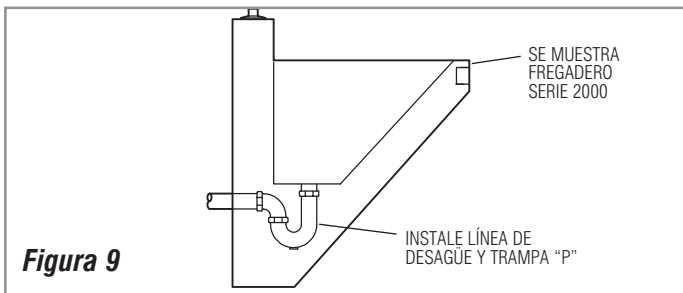

Figura 9
Paso 7 — Instale el Desagüe (Figura 9)